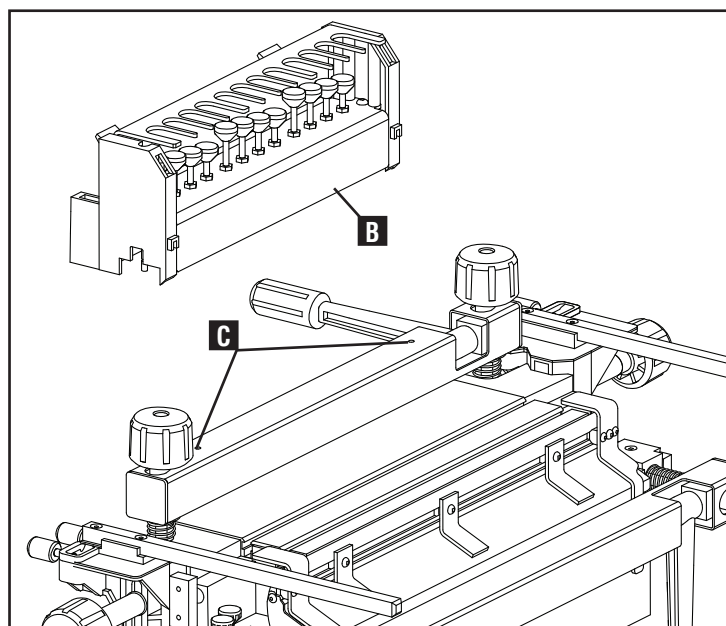

Fig. C2
RECEPTÁCULO DE PROFUNDIDAD DE LA BROCA DE LA REBAJADORA: Instale el receptáculo para la profundidad de la broca de la rebajadora (B) Fig. C2 en la barra de sujeción de la pieza de trabajo posterior en los orificios (C) Fig. C2 con los tornillos suministrados.